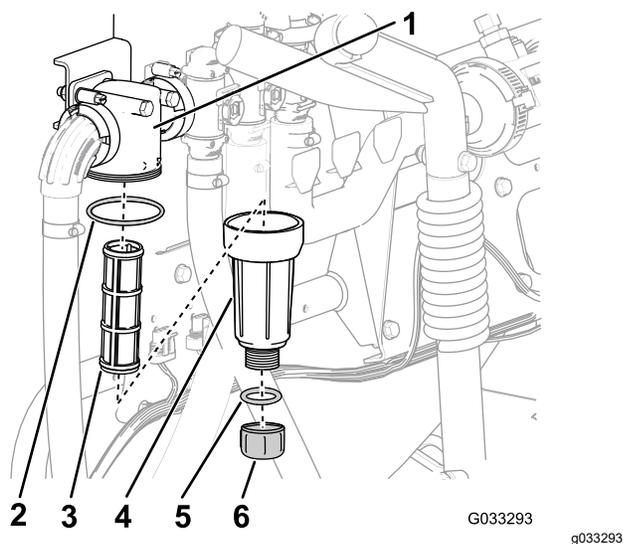

Bild 61
2. Stellen Sie eine Auffangwanne unter den Druckfilter (Bild 61).
3. Drehen Sie die Ablassschraube nach links und nehmen Sie sie von der Glocke des Druckfilters ab (Bild 61).
4. Drehen Sie die Glocke nach links und nehmen Sie sie vom Filterkopf ab (Bild 61).
5. Entfernen Sie den alten Druckfiltereinsatz (Bild 61).
6. Überprüfen Sie den O-Ring für die Ablassschraube (in der Glocke) und den O-Ring für die Glocke (im Filterkopf) auf Beschädigungen und Abnutzung (Bild 61).
7. Setzen Sie den neuen Druckfiltereinsatz in den Filterkopf ein (Bild 61).
8. Befestigen Sie die Glocke am Filterkopf und ziehen Sie sie mit der Hand an (Bild 61).
9. Setzen Sie die Schraube in die Schale ein und ziehen Sie sie mit der Hand fest (Bild 61).